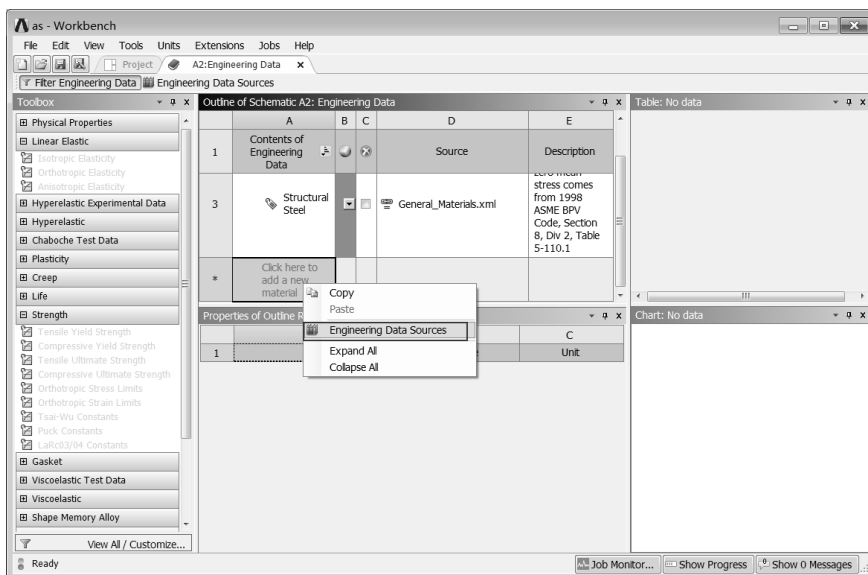

图 5-65 材料参数设置界面
Step2 : 在界面的空白处右击, 在弹出的快捷菜单中选择 Engineering Data Sources(工程数据源)命令, 此时的界面会变为如图 5-65 所示的界面。原界面窗口中的 Outline of Schematic A2: Engineering Data 消失, 被 Engineering Data Sources 及 Outline of General Materials 取代。